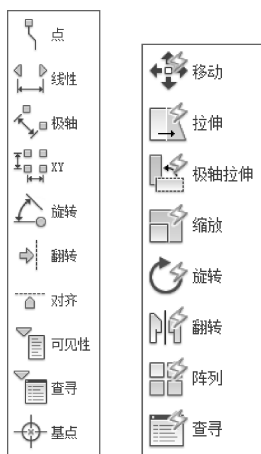

图 6-24 “点”和“移动”下拉列表
- 在功能区单击“默认”选项卡→“块”面板→“编辑”按钮，在弹出的“编辑块定义”对话框中选择要创建或编辑的图块，程序将会切换至“块编辑器”界面。在功能区单击“块编辑器”选项卡→“操作参数”面板→“点”和“移动”下拉列表内列出的相应工具，即可为块定义添加动作和参数，如图 6-24 所示。